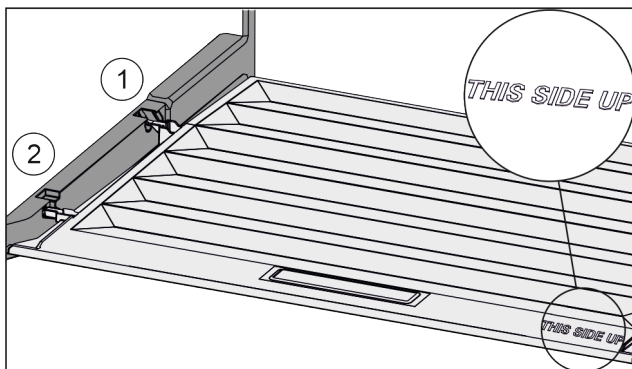

Fig. 59
- ▶ Prečke poklopca uvedite preko otvora stražnjeg držača Fig. 59 (1) i uglatite ih u držač Fig. 59 (2).